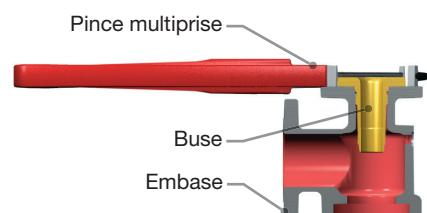

Figure 18 : Désinstaller la buse à partir de la base
19. Utiliser une grande pince à tube sur la bride de la buse (2) pour retirer la buse de la base (1) (voir Figure 18).